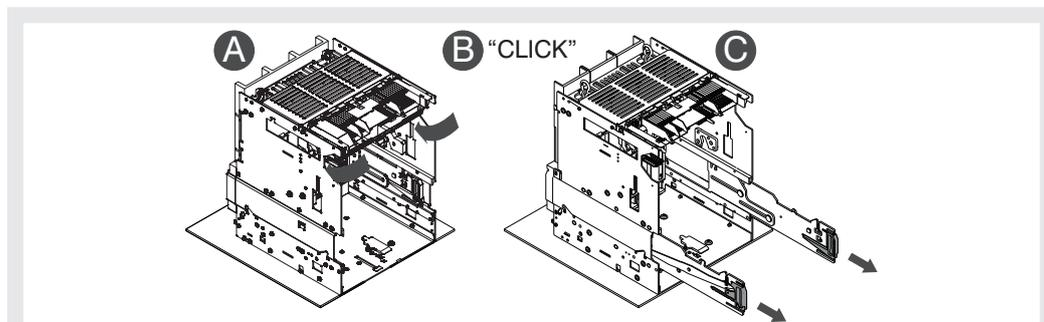

Figura 37
2. Extraer las guías de la parte fija sirviéndose de las respectivas palancas. Véase Figura 37.